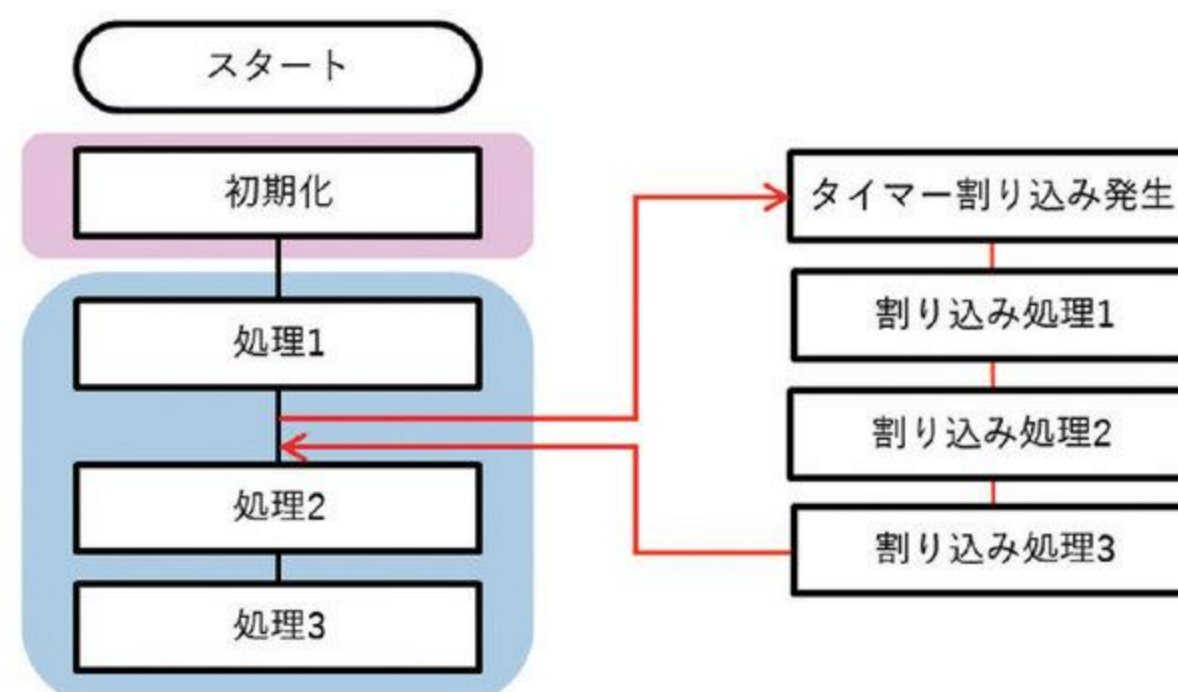
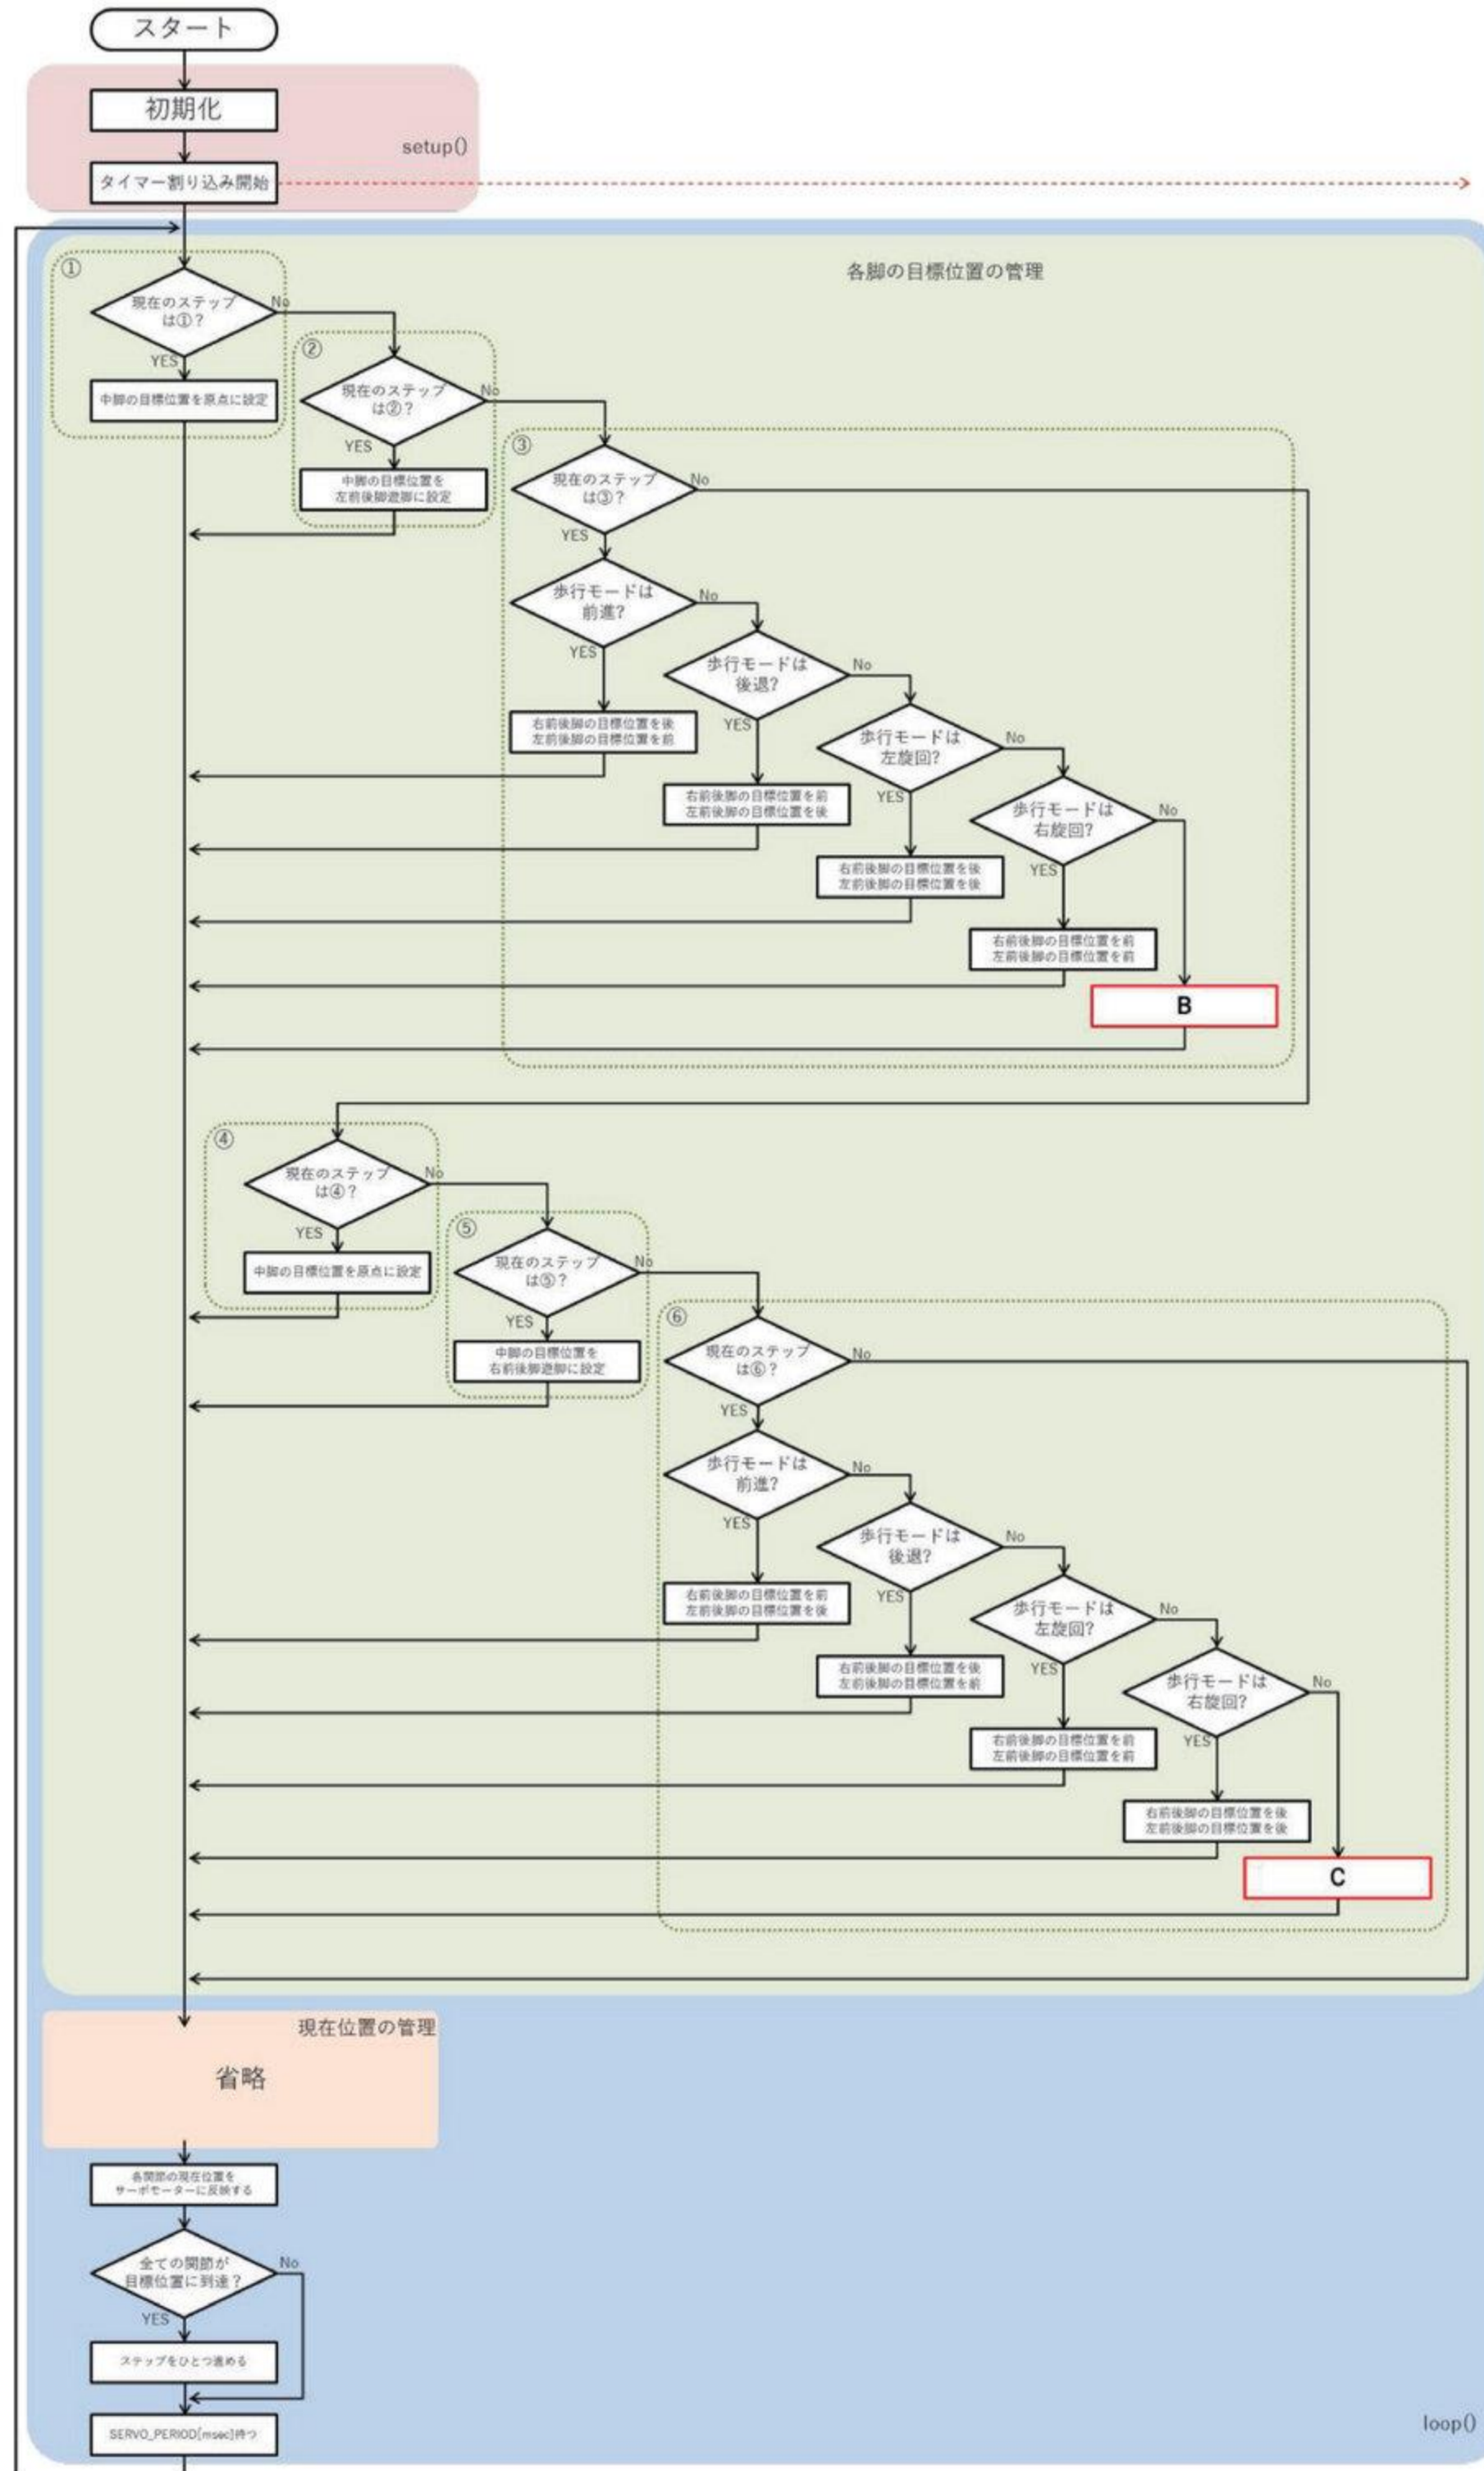

図 1-8 メインループ処理と割り込み処理イメージ
図 1-10 歩行動作のフローチャート
しかし、まだステップ①～ステップ⑥の流れでは、肝心の歩行モードがどのタイミングで設定されるのかがかかれていません。前回のプログラムと同様に、コントローラーの状態取得は「タイマー割り込み」で行い、その中で歩行モードを設定する必要があります。ですから、この①～⑥の処理に図1-8のようなタイマー割り込み処理を入れていきます（フローチャートは、図1-10です）。
「RemoteWalk0」を実行してわかることですが、図1-9と図1-10のフローチャート通りにプログラミングをすると、コントローラーの十字キーを触っていない「停止」の状態でもロボットは足踏みを続けています(中脚が動き続けます)。そのまま止まらずに動きつづけても特に問題はありませんが、電源を切ったりするときに扱い難いため、「完全停止」するための対策を生徒に考えさせてください。
方法はたくさんあるけど、たとえば図1-10のフローチャートの中に「歩行モードが停止かそれ以外か」の条件分岐じょうけんぶんきを追加することでも解決できるよ！